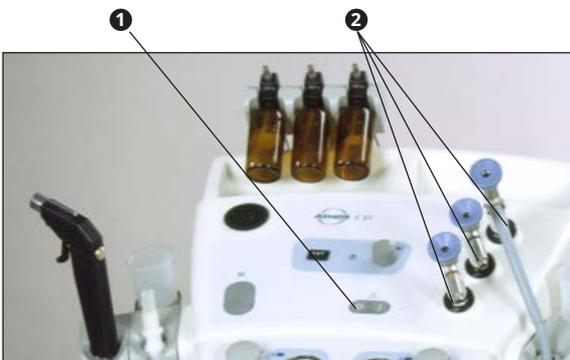

Fig. 26. Calentador de endoscopios
- Se enciende cuando se acciona el interruptor (❶, fig. 26).